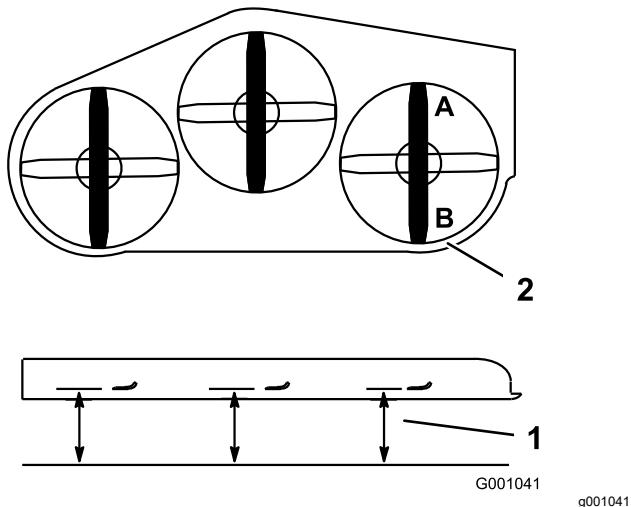

Bild 89
2. Stellen Sie 1 Messer in Längsrichtung. Messen Sie an den Stellen **A** und **B** von einer ebenen Oberfläche bis zur Schnittkante der Messerspitzen (Bild 89).